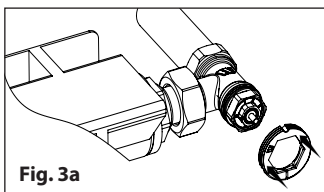

Fig. 3a
- 3 - Agganciare alla valvola l'adattatore a scatto fornito con l'attuatore (Fig.3a - 3b)